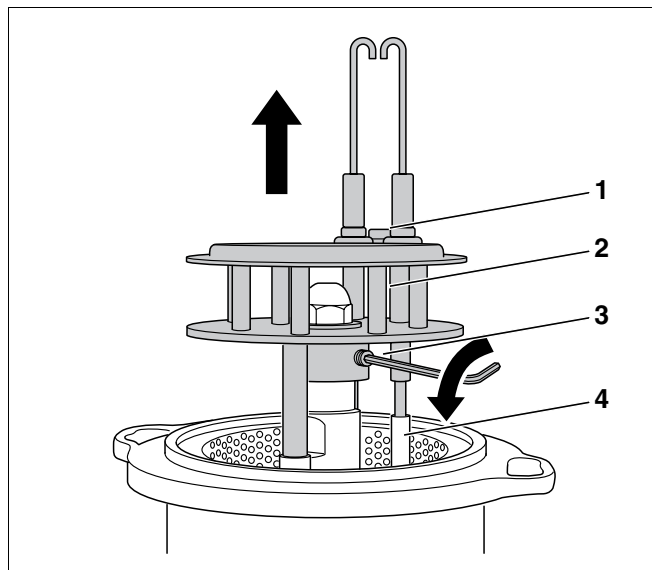

Fig. 47 Démontez le système de mélange
- Desserrer la vis (fig. 47, **pos. 1**, page 40) entre les électrodes d'allumage.
- Retirer les câbles d'allumage (fig. 47, **pos. 4**, page 40).
- Desserrer la vis sans tête (fig. 47, **pos. 3**) et démonter le système de mélange (fig. 47, **pos. 2**).
- Retirer le système de mélange (fig. 47, **pos. 2**) vers le haut.